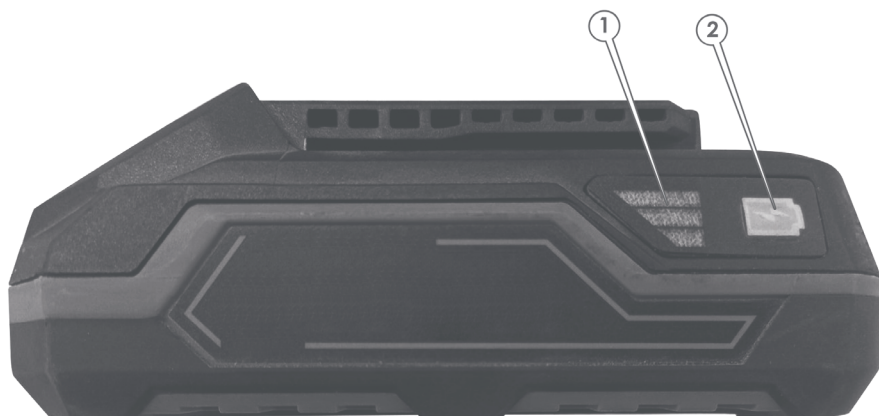

Рисунок 5. Схема перевірки рівня заряду акумуляторної батареї.
- натиснути та утримувати кнопку акумулятора (2, рис. 5), що розташовується на верхній панелі акумулятора;
- перевірити рівень зарядженості акумулятора: під час утримання кнопки залежно від стану заряду батареї почнуть світитися відповідні індикатори (1, рис. 5).
- Контролювати ступінь зарядження акумулятора за кольором індикаторів (1, рис. 5).